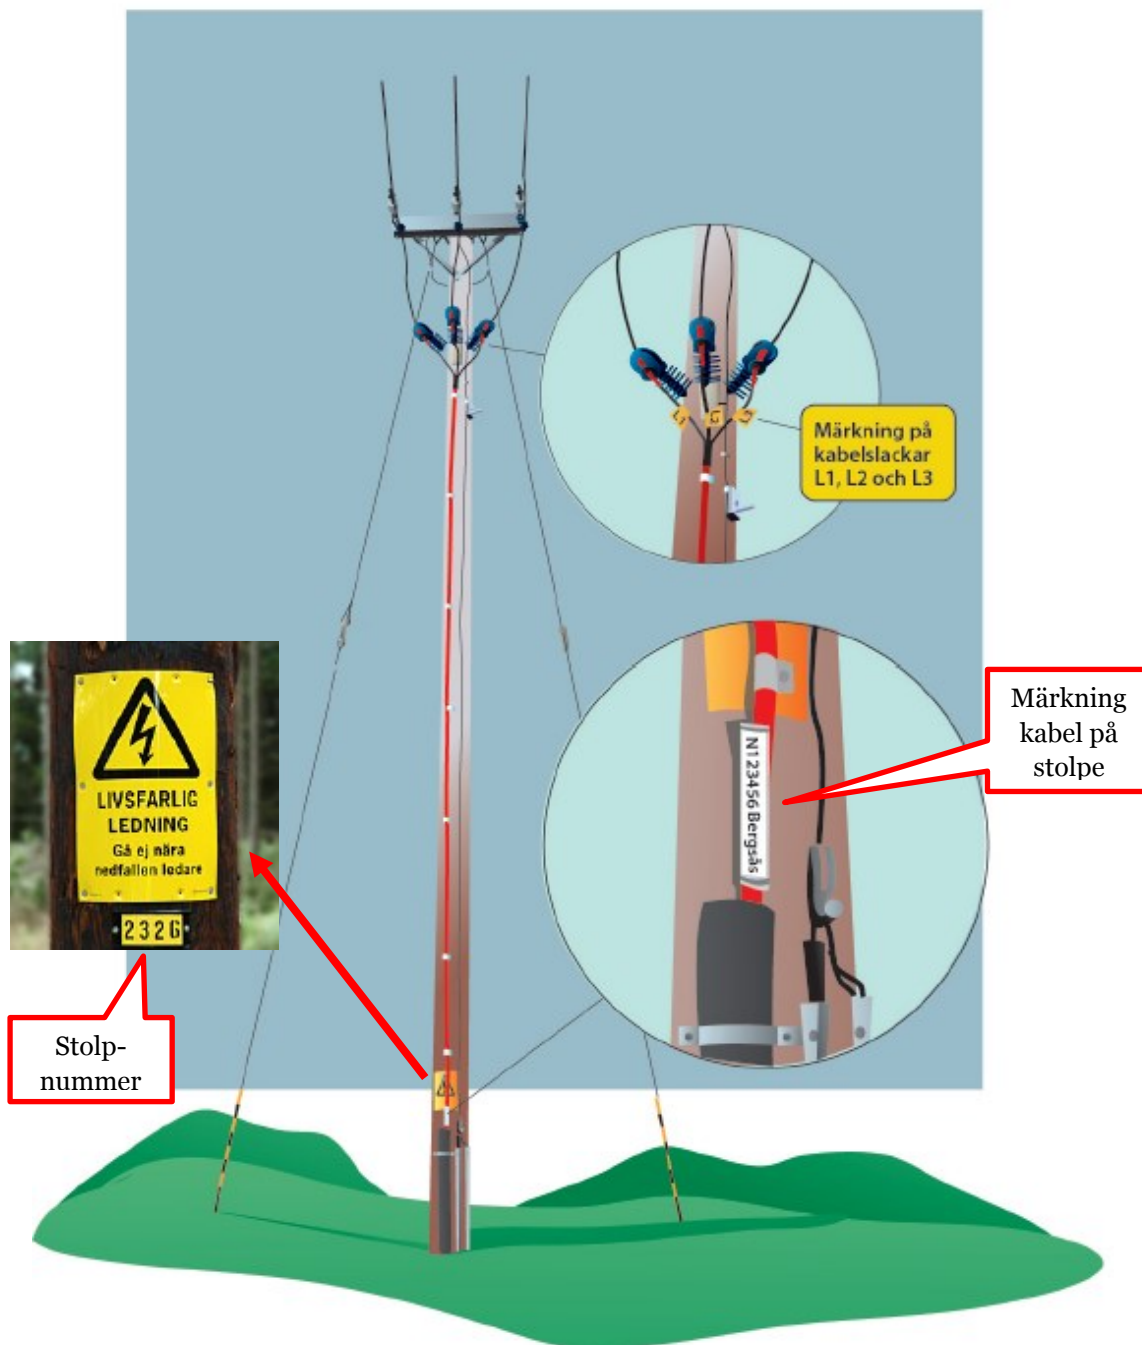

Bild 11. Exempel på märkning av kabelstolpe med kabel på stolpe.
Märkning av kabelstolpe ska utföras enligt följande (se bild 11):
- Stolpen ska även märkas med sitt individnummer som används som motmärkning på kabelns andra anslutningspunkt, exempel 2326 enligt bild 11.